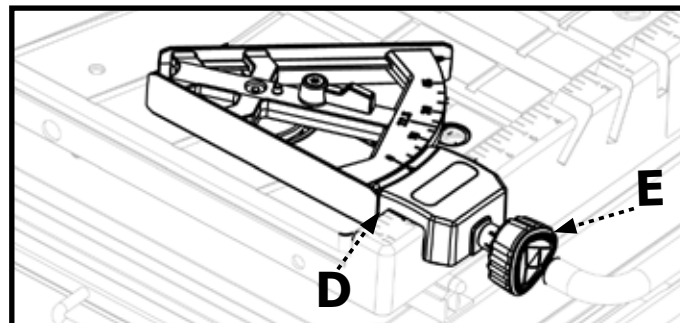

Figure 15
1. Fixez la jauge à onglet (3) en la plaçant par-dessus le bord avant de la table et serrez-la à l'aide du bouton de verrouillage à onglet (E), comme illustré à la figure 15.